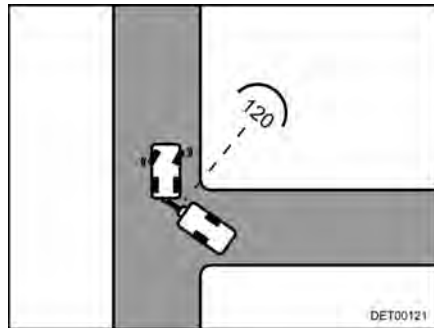

Bild 15 Start
- Stanna genast när bilen och husvagnen står i ca 120° vinkel mot varandra (Bild 15).